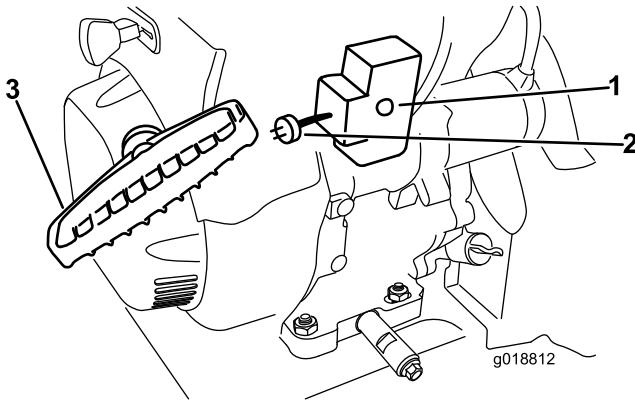

Figura 29
7. Avviate la macchina tirando la stegola dell'avviatore autoavvolgente o premendo il pulsante dell'avviamento elettrico (Figura 29).